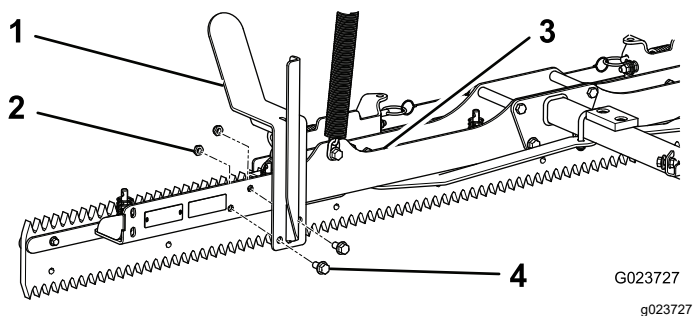

Figura 4
2. Alinhe os furos dos parafusos de um transportador com os furos na frente da placa inferior da carga nail (**Figura 4**).